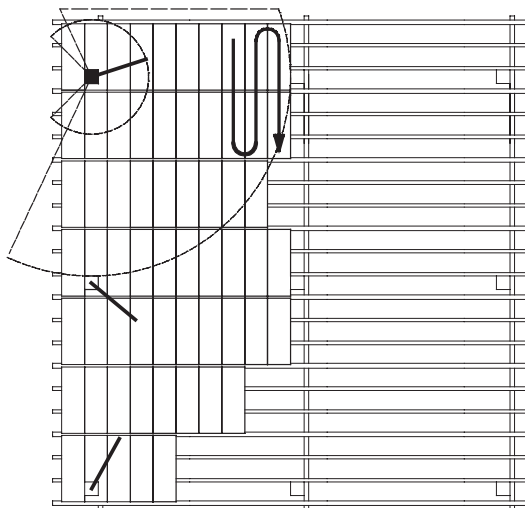

Figura 36. *Proceso de armado de cubierta después de cambiar el punto de anclaje.*
4. Conéctese a un sistema de anclaje SkyReach adyacente y proceda a cubrir las áreas accesibles desde ese sistema de anclaje, consulte la Figura 36. Repita el procedimiento cambiando a anclajes colocados en las columnas restantes necesarias para cubrir toda la cubierta.